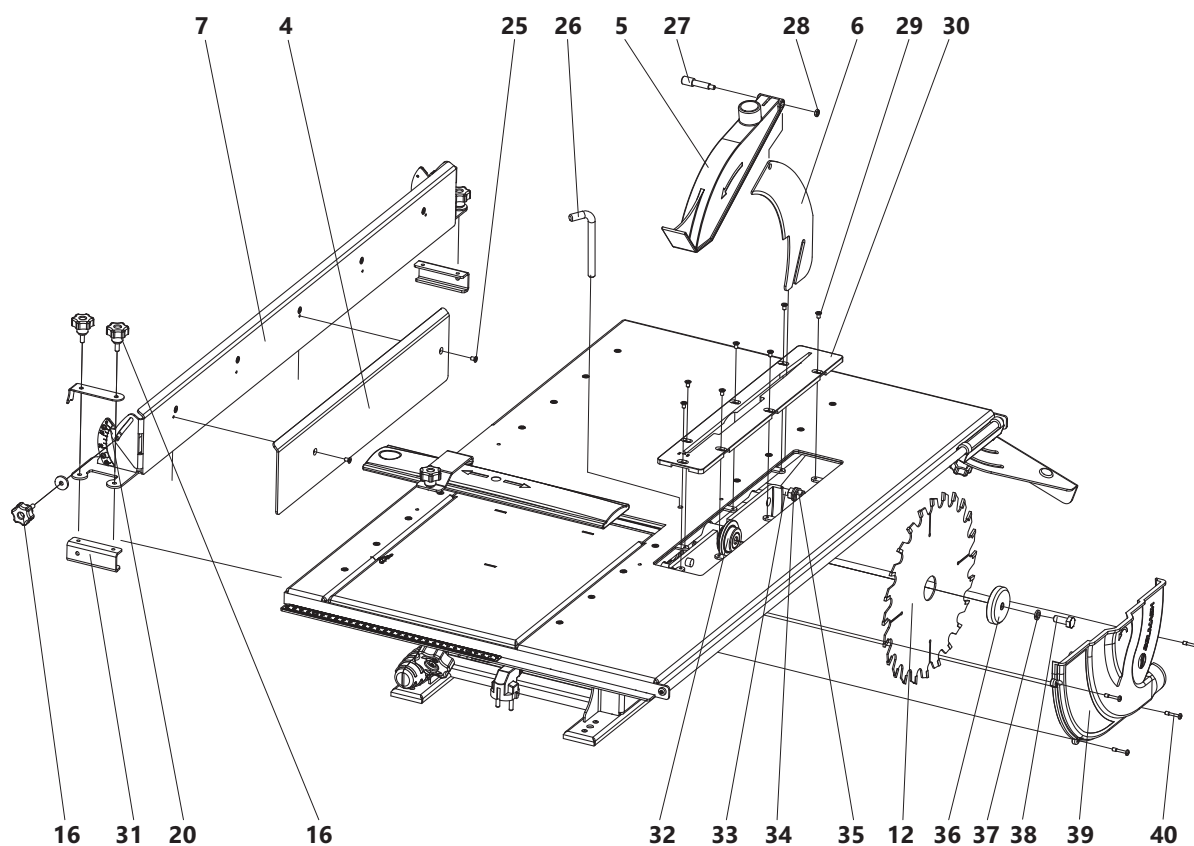

Рисунок 5. Схема сборки станка на операцию пиления
- совместить отверстия пильного стола и пильного вала, установить в отверстия фиксатор 26 (рис. 5), фиксатор выполняет функцию стопора;
- навернуть гайки 35 на резьбовые стержни 33, установить шайбы 34 (рис. 5);
- установить в паз пильного стола вставку 30 (рис. 5);
- установить кожух 5 на расклинивающий нож 6 (рис. 5);
- прикрепить на линейку 7 накладку 4 с помощью винтов 25 (рис. 5);